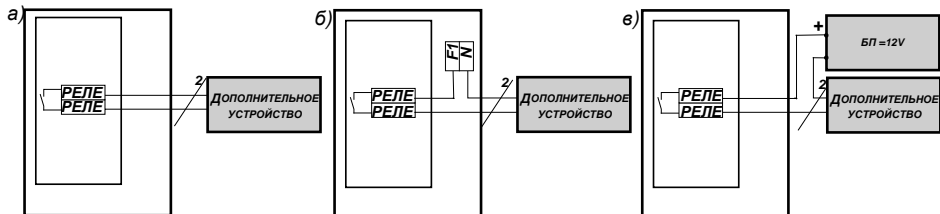

Рис. 1
Сброс памяти сработки происходит нажатием кнопки «СБРОС/ТЕСТ» на лицевой панели (см. Приложение А Рис. 1).
Встроенная звуковая сигнализация включена, пока есть активный сигнал датчика загазованности, или пока не будет нажата кнопка «СБРОС/ТЕСТ» на лицевой панели (см. Приложение А Рис. 1).
Электрический монтаж рекомендуется выполнять согласно Рис.1 Приложения Б в приведенной ниже последовательности.
2.2.2 Подключить дополнительное устройство, например светозвуковой оповещатель, к клеммам «РЕЛЕ» на плате «ТТ003», согласно одного из приведенных ниже вариантов на Рис. 1.